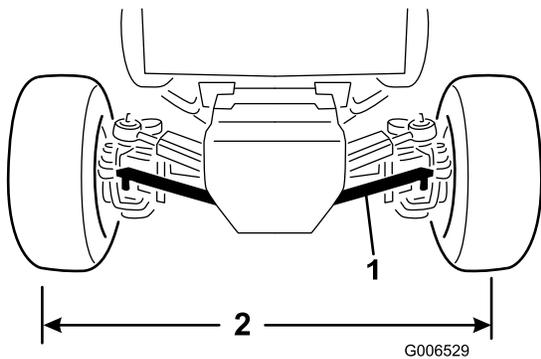

図 59
2. タイロッドのボールジョイントのつをアクスルのブラケットに固定しているナットを外してボールジョイントをアクスルから外す (図 59)。
4. 右タイヤの中心線からと左タイヤの中心線までの距離が、タイヤの前後で等しくなるように、タイロッドのボールジョイントを内側または外側に回して調整する 図 59。